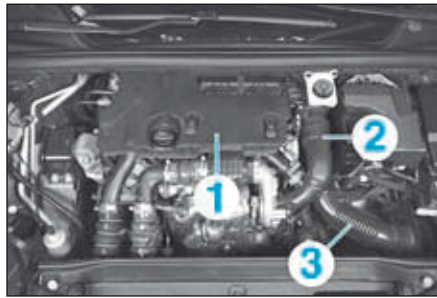
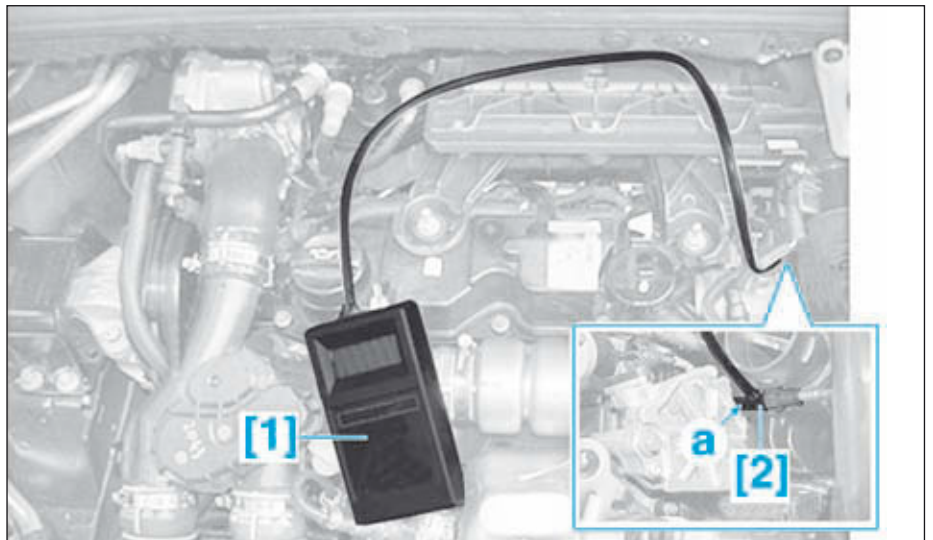

FIG.33
FIG.37
- Déposer (Fig.33) :
- le carter de protection (1) sur le moteur,
- le conduit d'entrée d'air du turbocompresseur (2),
- le conduit d'air (3).
- Brancher les outils [1] et [2] sur la pompe à vide en (a) (Fig.37).
- Reposer (Fig.33) :